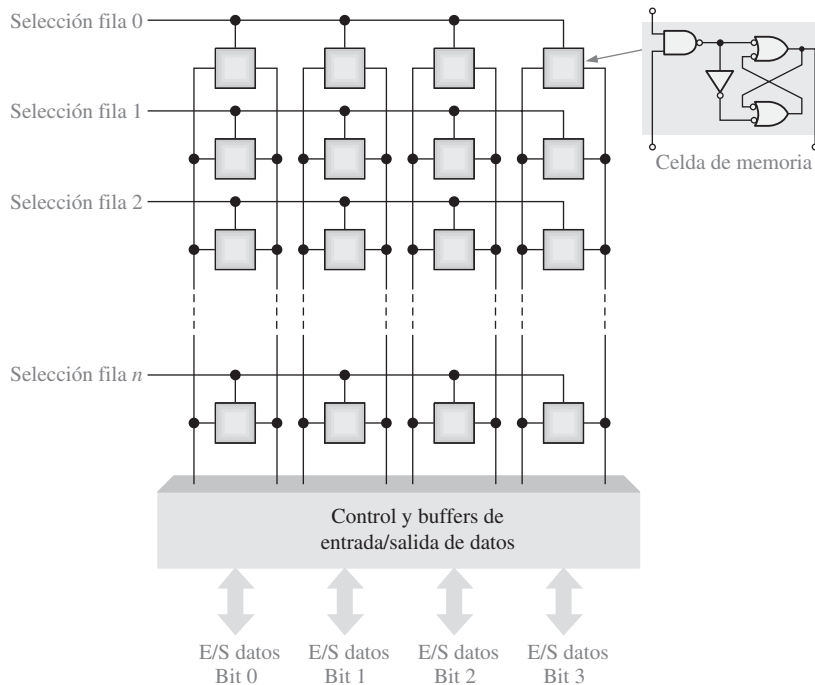

FIGURA 10.9 Matriz SRAM básica.
**Matriz básica de celdas de memoria estáticas.** Las celdas de almacenamiento en una SRAM se organizan en filas y columnas, como se ilustra en la Figura 10.9 para el caso de una matriz  $n \times 4$ . Todas las celdas de una misma fila comparten la misma línea Seleccionar Fila. Cada conjunto de líneas Entrada de datos y Salida de datos
tri-estado se indican en los símbolos lógicos mediante un pequeño triángulo invertido ( $\nabla$ ), como se muestra en la Figura 10.9, y se utilizan por compatibilidad con las estructuras de bus, como las que se encuentran en los sistemas basados en microprocesador.